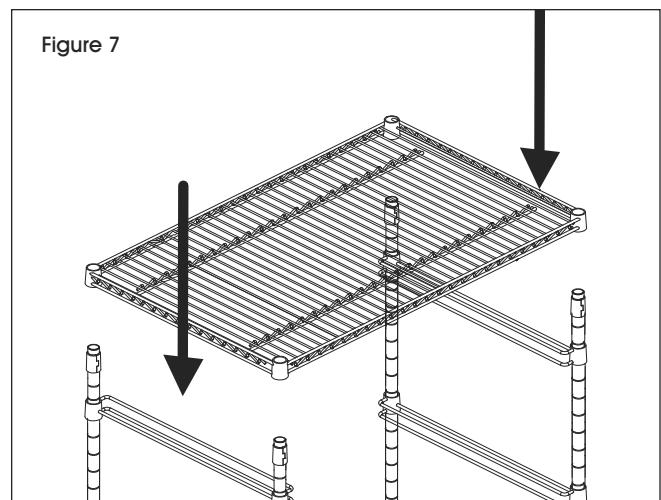

Figure 7
6. Add shelf supports to very top of posts. Place top shelf on shelf supports and gently tap with rubber mallet. (See Figure 7)
6. Ajoutez un support de tablette au sommet de chaque montant. Installez la tablette supérieure sur les supports de tablette, puis tapotez doucement la tablette avec le maillet en caoutchouc. (Voir Figure 7)